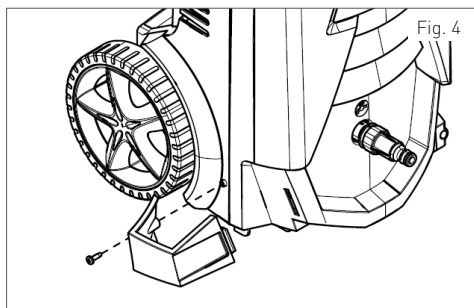

Fig. 4
(3) Instale o suporte da pistola (fig.4).